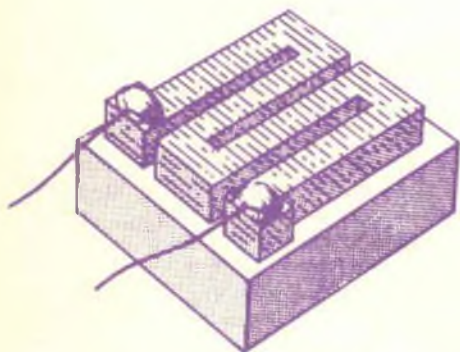

Fig. 2
**Costruzione** - Gli elementi sono generalmente costruiti secondo quanto indicato nella *fig. 2*. Su un supporto dello spessore di 0,1 mm è posto, isolato, lo strato del semiconduttore (spesso 25  $\mu\text{m}$ ) in forma "a greca" ed i due terminali. Gli aghi metallici conduttori (aghi di NiSb) sono rappresentati come linee tratteggiate. Questa forma costruttiva offre la possibilità (variando il numero, la lunghezza, la larghezza, lo spessore delle singole fasce del-